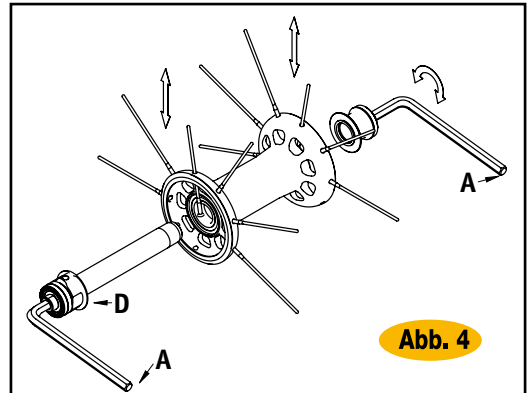

Abb. 4
- Zwei Inbusschlüssel (A) bis zum Anschlag in die Nabenenden einführen. Die Schlüssel gegen den Uhrzeigersinn drehen.
- Die zu ersetzende Speiche herausziehen und die neue Speiche einsetzen (Abb.4).